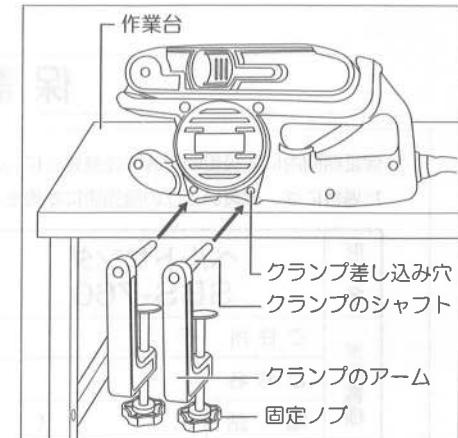

図7
■クランプの使用方法(図7参照)
- ①水平で安定した作業台に、本機を逆さにして置きます。
- ②付属のクランプ2個のシャフトを、本機のクランプ差し込み穴に通します。
- ③クランプのアームを作業台に当て、アームと本機が密着するように本機を引き寄せ位置を決めてください。
- ④固定ノブを回して、本機を確実に作業台に固定して下さい。
- ⑤スイッチの引き金を押し、ロックボタンを押して連続運転をさせます。